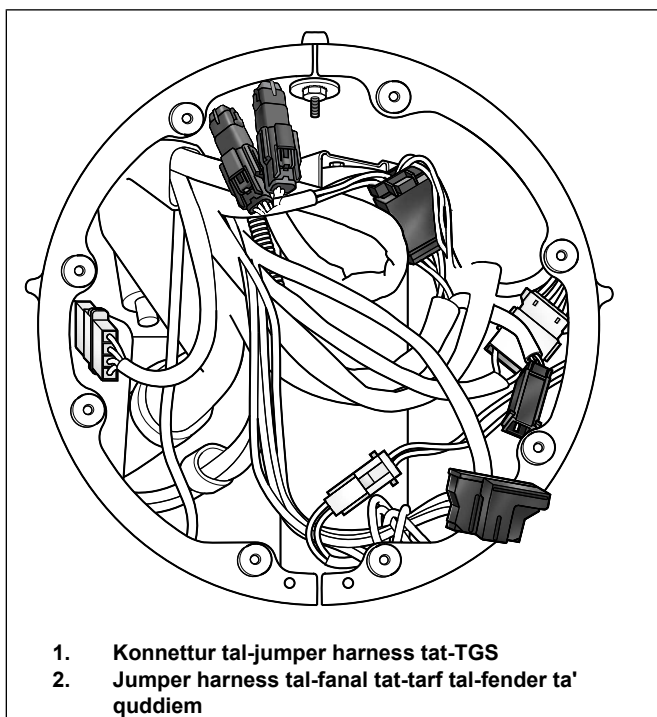

Figura 7. Wajers tal-Fanal ta' Quddiem tar-Road King
- Ara Figura 7 . Sib il-wajers tad-dawl tat-tarf tal-fender (2).
4. Qabbad nofs il-konnettur tal-enerġija mill-manku tan-naħa tax-xellug għal man-nofs tal-konnettur tal-harness (3).
5. Ara Figura 7 . Qabbad in-nofs tal-konnettur tat-TGS mill-manku tan-naħa tal-lemin sa nofs il-konnettur tal-harness (1).